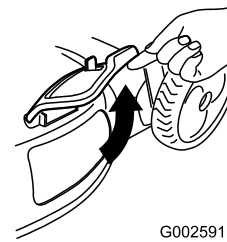

Figura 35
2. Levante la puerta de descarga lateral (Figura 35).